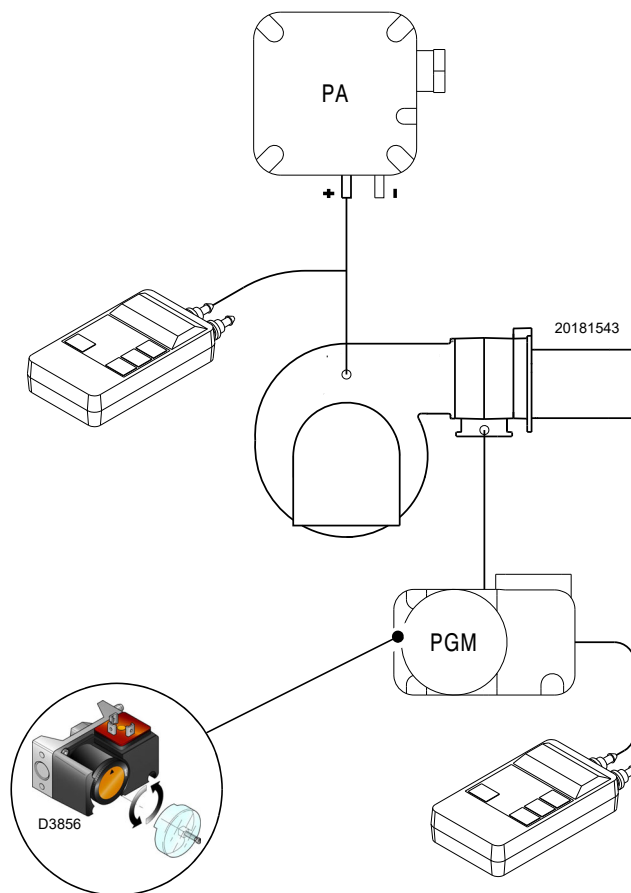

Fig. 28
- Regular el presostato gas de máxima (Fig. 28) en el fin de la escala.
Después de haber efectuado todas las demás regulaciones del quemador, con el presostato gas de máxima regulado al final de la escala, efectuar la regulación del presostato gas de máxima, (Fig. 28).